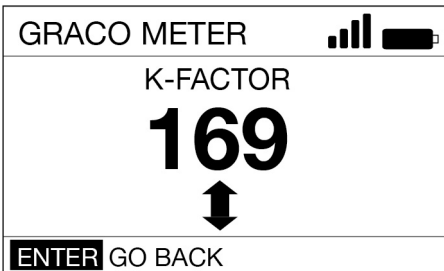

Fig. 26
8. Viene visualizzato il FATTORE K corrente. Nell'esempio mostrato in Fig. 26 il FATTORE K è 169.